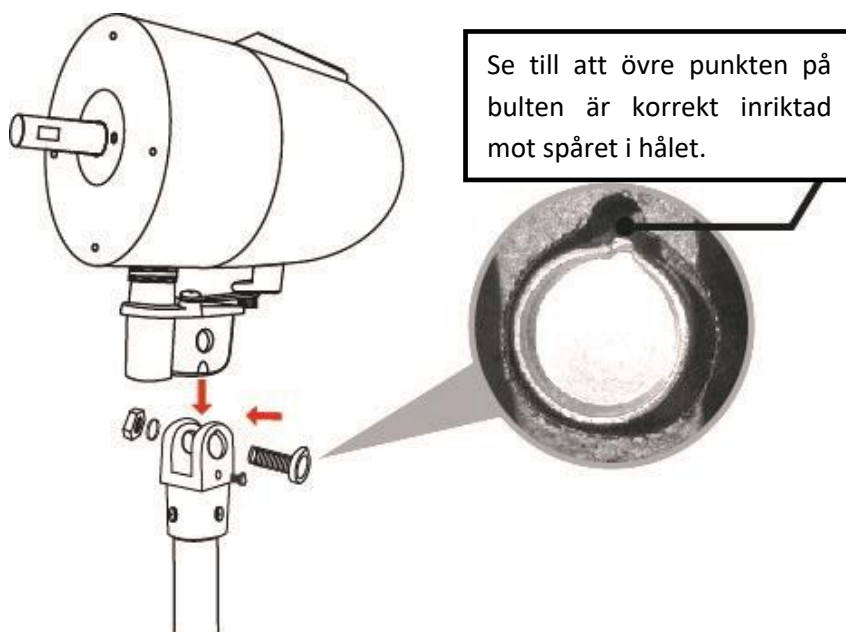

bild 7
2. Skjut in motorenheten i öppningen på motoranslutningen. Rikta in hålet på kontakten och motorenheten, sätt i lutningsinställningen av huvudets bult, bricka och fästmutter och använd en nyckel för att sätta fast dem. Dra åt stoppskruven (bild 7)